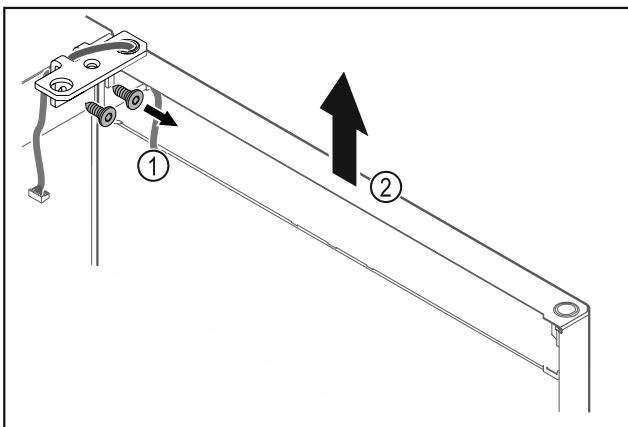

Fig. 18
- Deșurubati Fig. 18 (1) colțarul balamalei.
- Ridicați ușa inclusiv colțarul balamalei Fig. 18 (2) aproximativ 200 mm drept în sus și detașați-o.